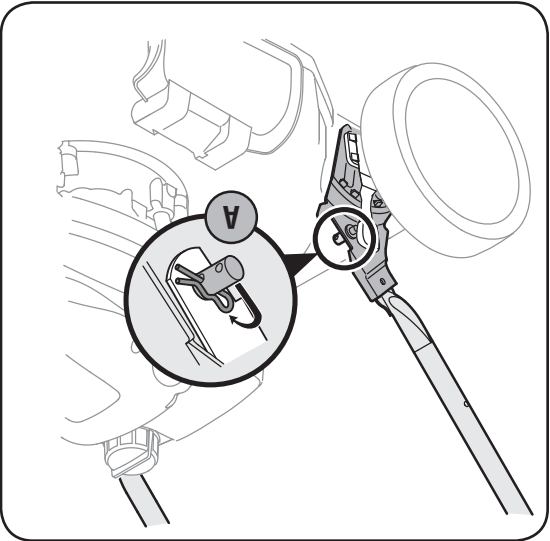

Figure 2
- Repérez une goupille-épingle dans l'un des trous de la goupille soudée de chaque côté du guidon inférieur. Voir la Figure 2.
- Enlevez les goupilles fendues placées dans le trou extérieur des goupilles soudées sur les supports de montage du guidon. Placez les goupilles fendues dans le trou inférieur. Voir la Figure 2.